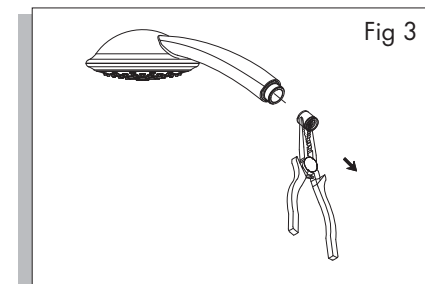

Fig 3
3. Thread supply mount onto the pipe. Make sure the final position of the holder is in a vertical orientation (Fig 3).
3. Enrosque el soporte de alimentación en la tubería. Compruebe que al final el soporte quede en posición vertical (fig. 3).
3. Visser le support en place sur le tuyau de façon à l'installer à la verticale (fig. 3).